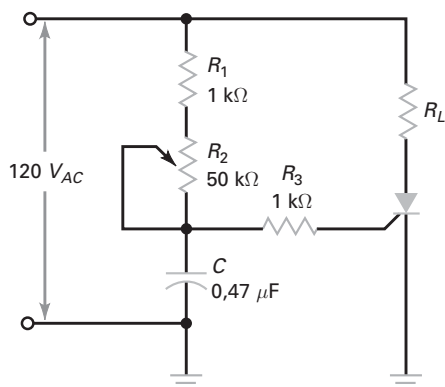

Figura 13-43
- 13-12** O resistor R_2 na Figura 13-43 é ajustado para 4,6 kΩ. Quais são os ângulos de disparo e de condução aproximados para este circuito? Qual é o valor da tensão CA no capacitor?
- 13-13** Usando a Figura 13-43, quando R_2 é ajustado, quais são os valores dos ângulos de disparo mínimo e máximo?
- 13-14** Quais são os ângulos de condução mínimo e máximo do SCR na Figura 13-43?